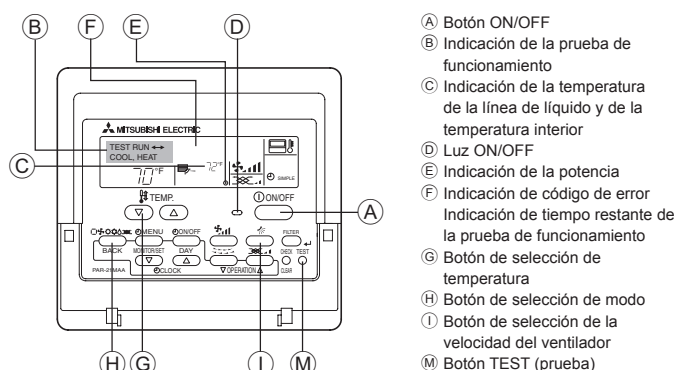

Fig. 7-1
7.2.1. Al usar el controlador remoto cableado (Fig. 7-1)